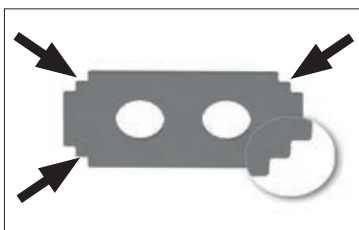
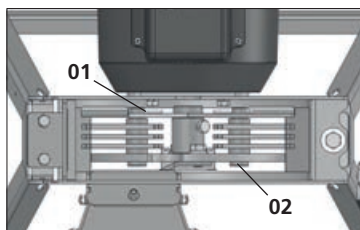

Fig. 23
Fig. 24
Os martelos móveis dos trituradores possuem 4 faces dentadas utilizáveis [Fig. 23]. Troque a posição de uso sempre que notar desgaste, e substitua os martelos quando as 4 faces estiverem desgastadas. Para inverter o lado de uso, retire os contrapinos dos eixos (1) e saque os eixos (2) pelo calha de produtos verdes nos modelos TE30T, TE40T, T40T e TE40Tc ou pela tampa de fechamento (modelo T50T). Feito isso, troque o lado de uso dos martelos [Fig. 24]. Sempre que remover algum dos contrapinos (1), não reutilize-os, substitua por novos contrapinos, para evitar acidentes.